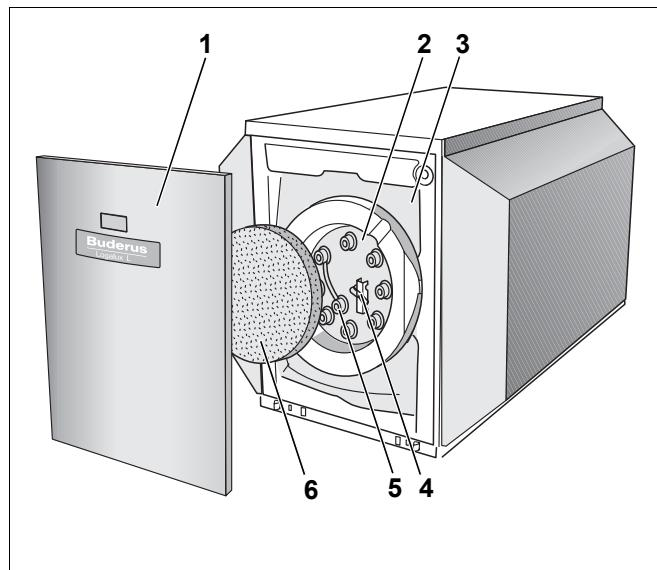

Рис. 1 Бак-водонагреватель Logalux L135 – L200
Коррозионная защита состоит из гигиенической термоглазури DUOCLEAN MKT и дополнительно из катодной защиты в виде магниевого анода (рис. 1, **поз. 5**), доступной через крышку люка (рис. 1, **поз. 2**).
- Крышка люка (рис. 1, **поз. 2**) для проведения техобслуживания и чистки.
- Теплоизоляция (рис. 1, **поз. 3**)
Теплоизоляция из не содержащего вредных веществ полиуретанового пенопласта нанесена непосредственно на бак. Термоизоляционный элемент (рис. 1, **поз. 6**) из пеноматериала уменьшает теплопотери через крышку люка.
- Накладной температурный датчик (рис. 1, **поз. 4**)